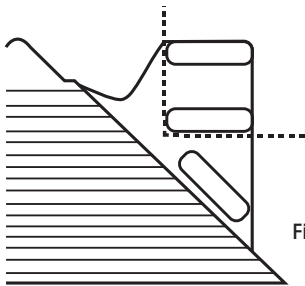

Figure 6
5. Remove the connector tab off of the end trimming (Figure 6) and use to secure the ramps where they meet using the sockets on the bottoms (Figure 7). For inside corners, use this same method, but instead trim along line "B" on both ends.
5. Retirez la languette de raccordement de l'extrémité de la bordure précédemment découpée (Figure 6) et utilisez-la pour fixer les bordures de finition là où elles se rencontrent grâce aux emboîtures du dessous (Figure 7). Pour les coins intérieurs, procédez de la même façon, mais en coupant le long de la ligne « B » sur les deux extrémités des bordures.